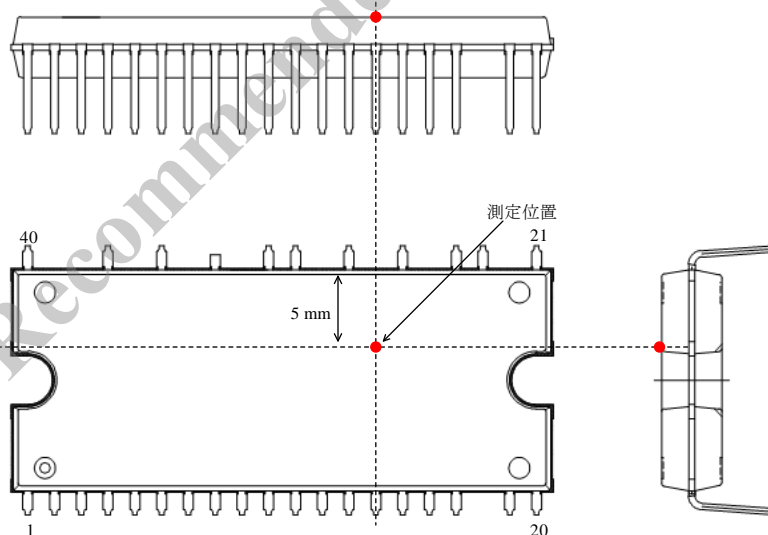

図 3-1 ケース温度測定位置
- (1) ケース温度は図 3-1 で規定
(2) 内部スイッチング素子のジャンクションとケース間の定常熱抵抗（過渡熱特性は 15.1 項を参照）
(3) 内部フリーホイールダイオードのジャンクションとケース間の定常熱抵抗